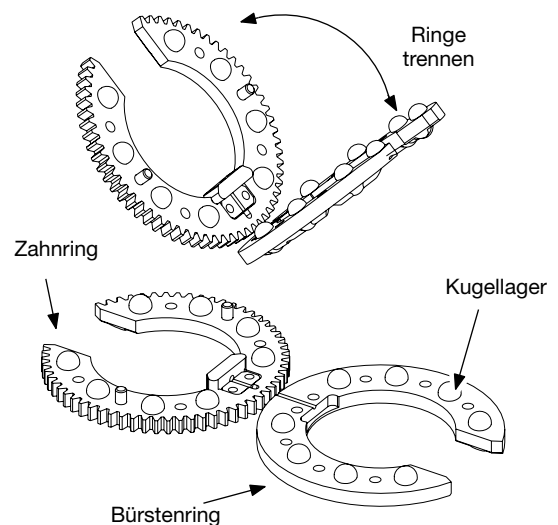

Abbildung 40 Trennen des Zahnrings vom Bürstenring
3. Den Zahnring wie in Abbildung 40 dargestellt ganz vom Bürstenring trennen. Die Ringe flach auf die Arbeitsfläche legen.